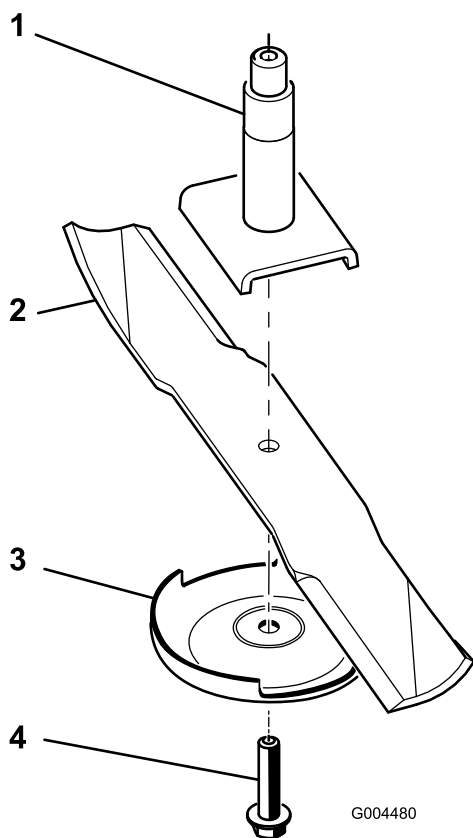

Figure 77
Remarque: Si la lame reste horizontale, elle est équilibrée et peut être utilisée. Si la lame est déséquilibrée, limez un peu l'extrémité de l'ailette seulement (Figure 77). Répétez cette procédure jusqu'à ce que la lame soit équilibrée.
- Placez la lame sur l'axe (Figure 77).
- Montez la plaque anti-scalp et le boulon de lame (Figure 77).